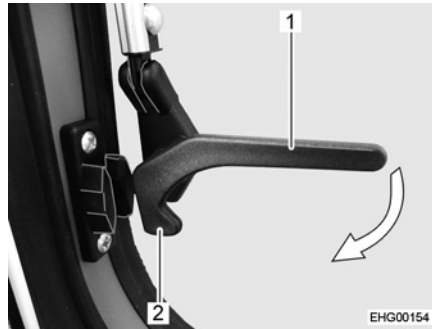

Fig. 25 Levier de verrouillage, latéral, (position "Ouvert")
- Tourner les leviers de verrouillage latéraux (Fig. 25,1) d'un quart de tour en direction du cadre de la fenêtre jusqu'à ce que le tenon de verrouillage (Fig. 25,2) s'enclenche.